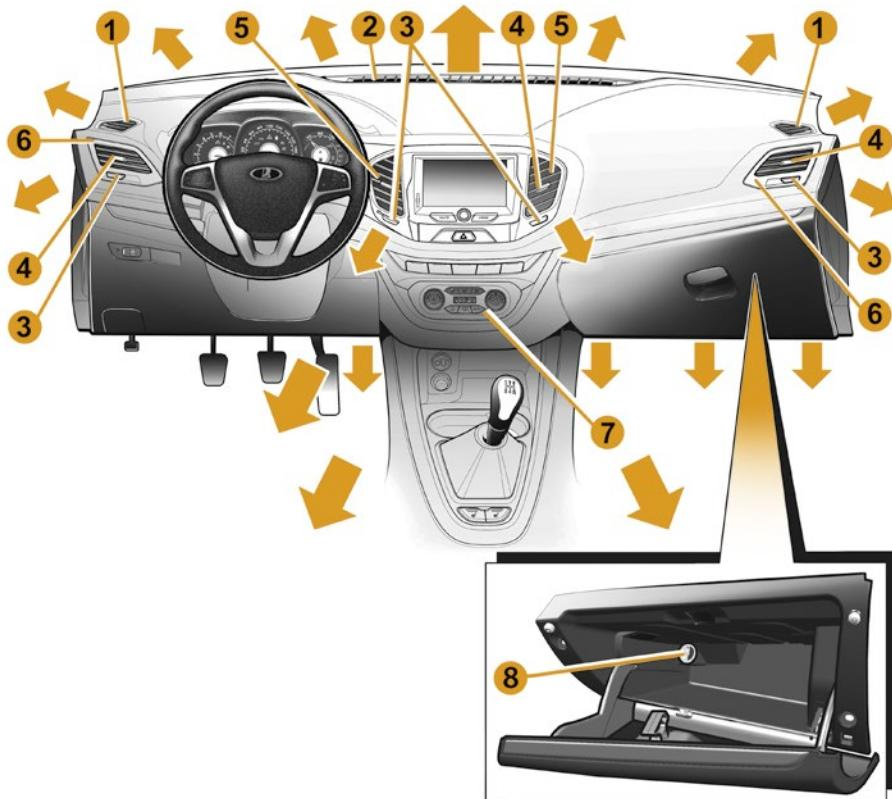

Рис. 3. Органы управления системой вентиляции и отопления салона
- 1** – сопла обдува (обогрева) боковых стекол (рис. 3);
- 8** – поворотная заслонка воздуховода охлаждения вещевого ящика (рис. 3). Функция охлаждения доступна в автомобилях с климатической системой «Комфорт» и «Люкс».
В тёплое время года рекомендуется направлять воздух в регулируемые сопла **5** и **6** (см. рис. 3) на панели приборов для лучшей вентиляции салона. Установите среднюю или максимальную скорость воздушного потока для эффективного удаления избытков тепла из салона. Нажмите кнопку  , установите комфортное направление потока воздуха из сопел с помощью рукояток регулировки **4**. Установите минимальную температуру поступающего воздуха, при необходимости отрегулируйте температуру.